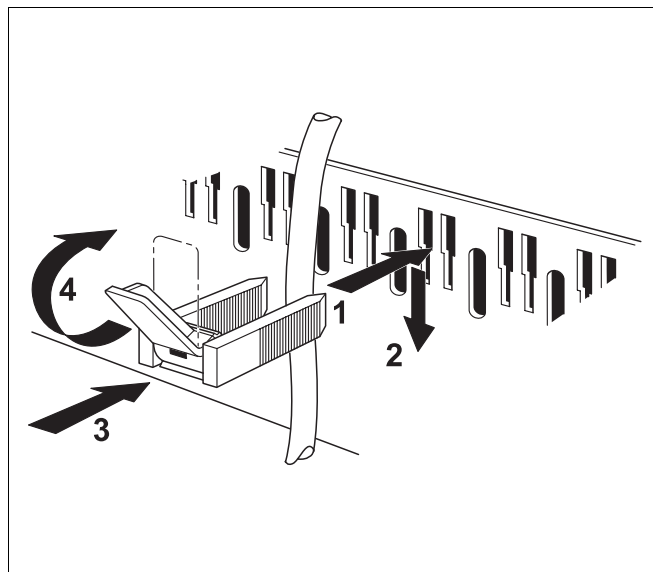

Рис. 29 Крепление провода хомутом
- Вставить хомут со вложенным в него проводом так, как показано на рис. 29, сверху в вырезы рамки (рис. 29, шаг 1).
- Сдвинуть хомут вниз (рис. 29, шаг 2).
- Нажать на хомут (рис. 29, шаг 3).
- Повернуть рычажок вверх (рис. 29, шаг 4).